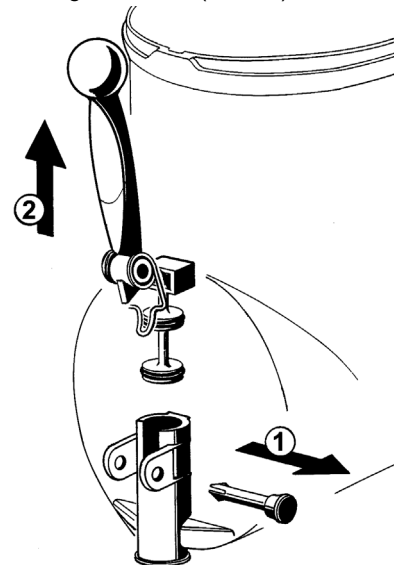

Bild 12
- 5 Entfernen der Ausgabeinheit durch Herausziehen des Stiftes und des Ausgabehebels. (Bild 12).
3 Den Hahn auf dem Behälter wieder zusammensetzen. Dabei die zur Demontage durchgeführten Schritte in umgekehrter Reihenfolge ausführen (Bild 12).